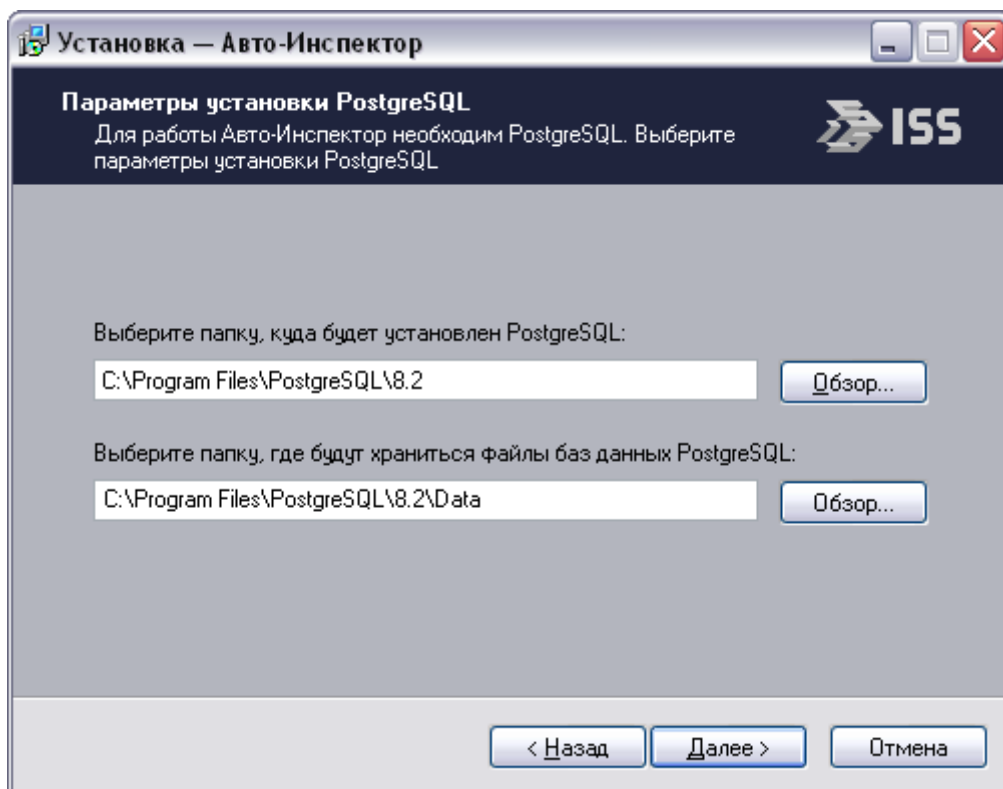

Рис. 10. Определение параметров установки СУБД PostgreSQL
3. Если Модуль не был ранее установлен на этом компьютере, то появится окно определения параметров установки СУБД (рис. 10), в противном случае см. п. 5.